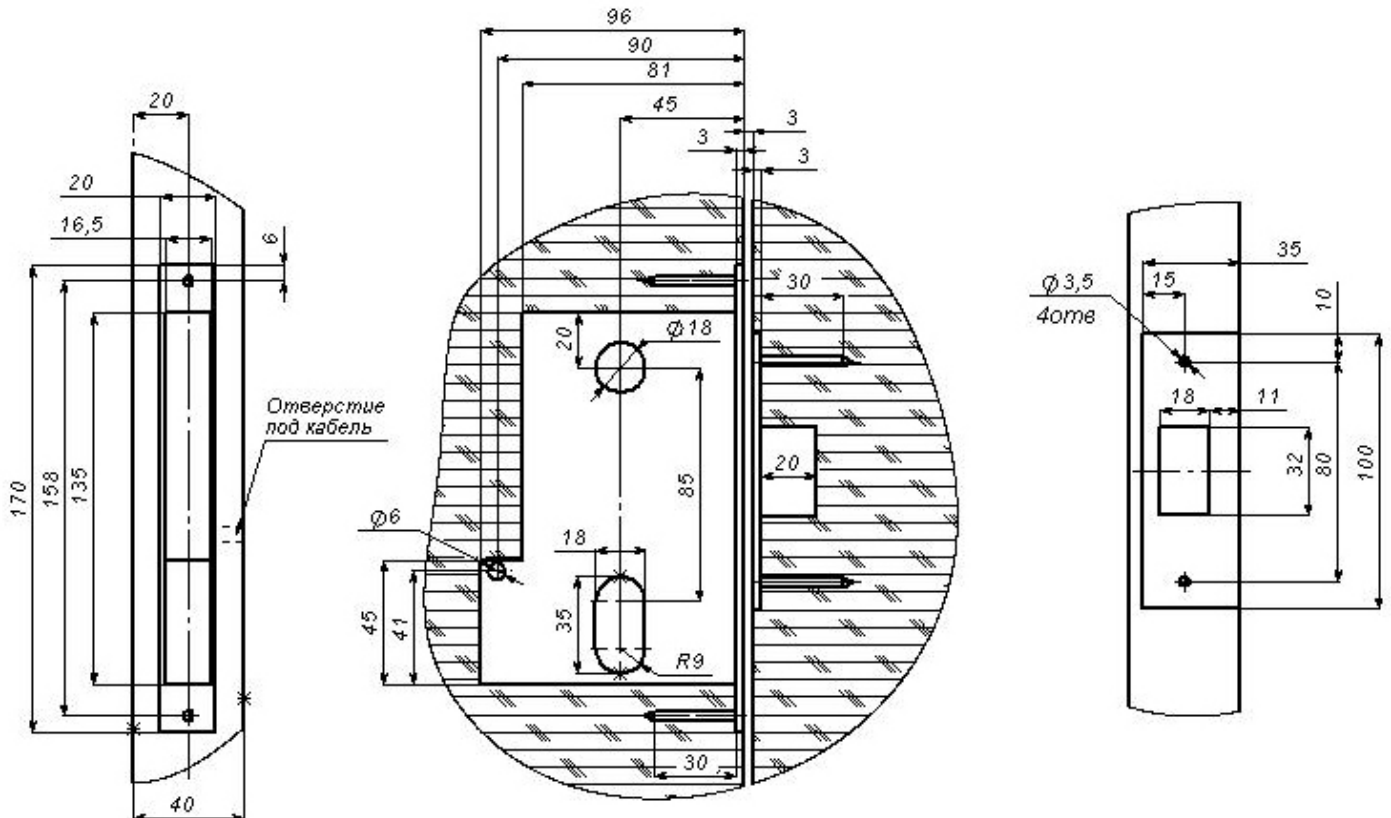

Рис.3 Разделка отверстий под замок
Разделка отверстий под установку замка 1, механизма секретности, ручки, паза под накладку 2 в двери и паза под запорную планку 8 в дверной коробке должны соответствовать рисунку 2 и прилагаемому шаблону (рис.3).
1) Выполните в двери разделку в соответствии с разметкой (размеры - на рис.3);
- выполните выборку установочного паза в дверной коробке в соответствии с разметкой по рис.3;
планки (рис.3) должен быть расположен строго симметрично относительно поперечного сечения ригеля замка;